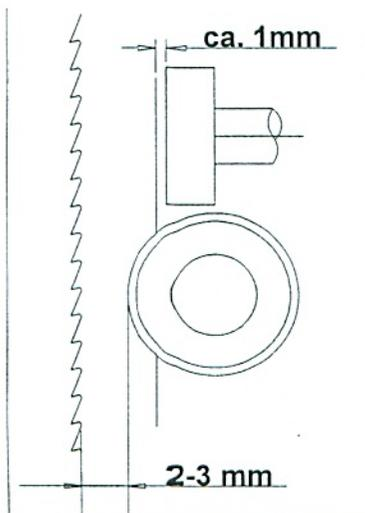

Abbildung 11 Einstellung obere Blattführung
Gesamte Führung mit Hilfe der Klemmschraube (T) in der Tiefe so einstellen, daß der Abstand vom Zahngrund zu den Führungsrollen ca. 2-3 mm beträgt (siehe Abbildung 11)